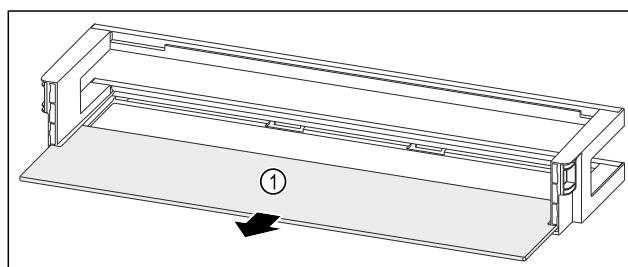

Fig. 96 Vratna polica z odlagalno polico
- Odstranite polico za odlaganje Fig. 96 (1).